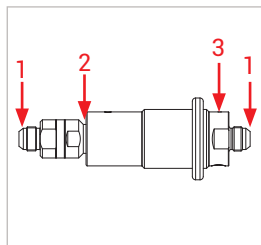
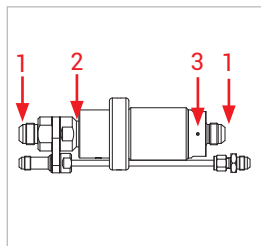

Figure 5
Figure 6
▶ Vérifier les points de mesure suivants (*Figure 5* et *Figure 6*)
- Raccords (1)
- Au niveau des mâchoires de serrage (2)
- au niveau de l'actionnement excentrique (3)